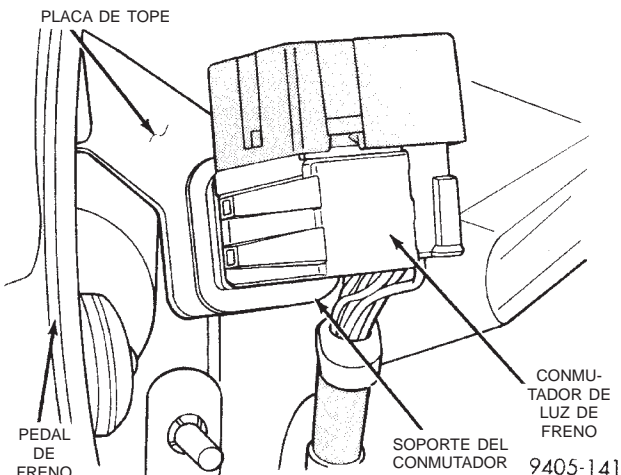

Fig. 165 Conmutador de luz de stop
(1) Oprima y mantenga oprimido el pedal de freno mientras hace girar el conmutador de luz de stop (Fig. 165) hacia la izquierda, aproximadamente 30 grados.
(2) Tire del conmutador hacia atrás y retírelo de su soporte de instalación.
(3) Desconecte el conector del mazo de cableado del conmutador de luz de stop.
PRECAUCION: No aplique una fuerza excesiva cuando tire hacia atrás del pedal de freno para ajustar el conmutador de luz de stop. Si se hiciera, podría dañar el conmutador de luz de stop o la placa de tope (Fig. 165).